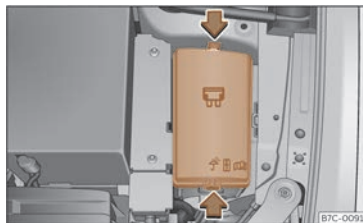

Fig. 195 În compartimentul motor: capacul cutiei de siguranțe.
- Apăsați clemele de blocare pentru deblocarea capacului cutiei de siguranțe >>> **fig. 195.**